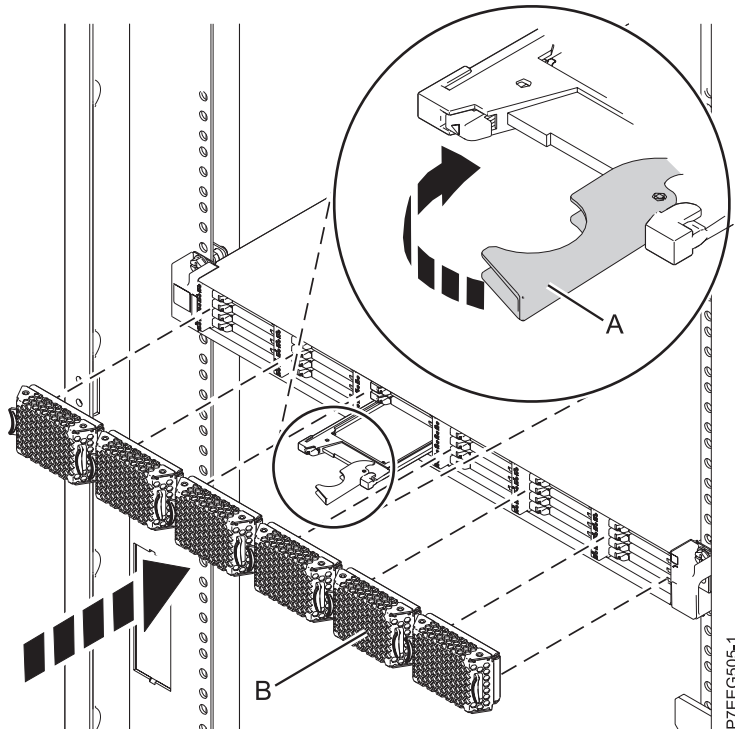

Figure 8. Installation d'une unité SSD dans l'armoire de stockage PCIe ED/R1
1. Avec la poignée en position déverrouillée, alignez l'unité SSD avec les rails de guidage dans le boîtier. Pour plus d'informations, voir figure 8, à la page 16.